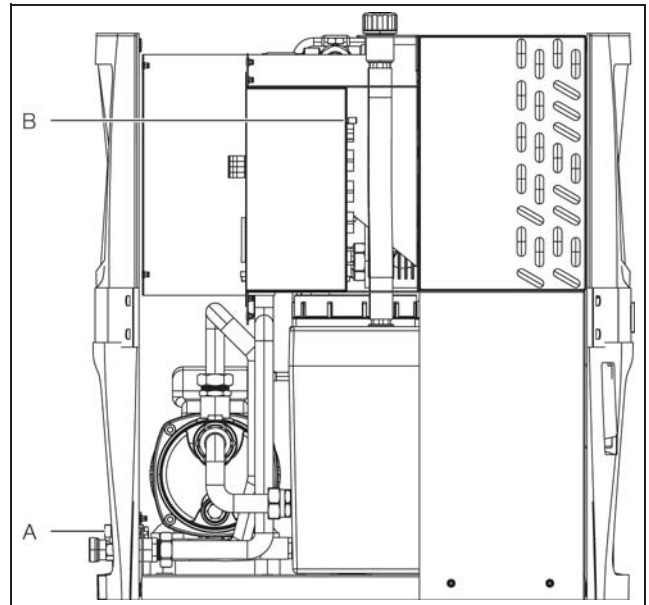

Abb. 47: Kabelführung Raumtemperaturfühler
- Führen Sie das Anschlusskabel durch die vorgesehene zusätzliche Kabeldurchführung (Abb. 47, Pos. A) in den Chiller.